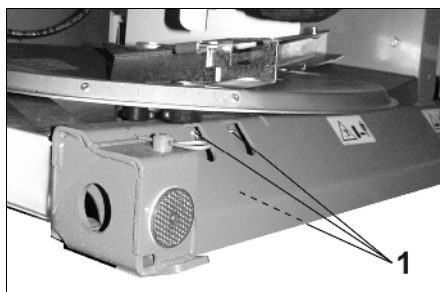

Рис. 53
- Чистите и смазывайте ворошильный валик, приводную цепь (Рис. 53 /1).
Болты (Рис. 53/1) угловой передачи защищены при помощи Loctite.